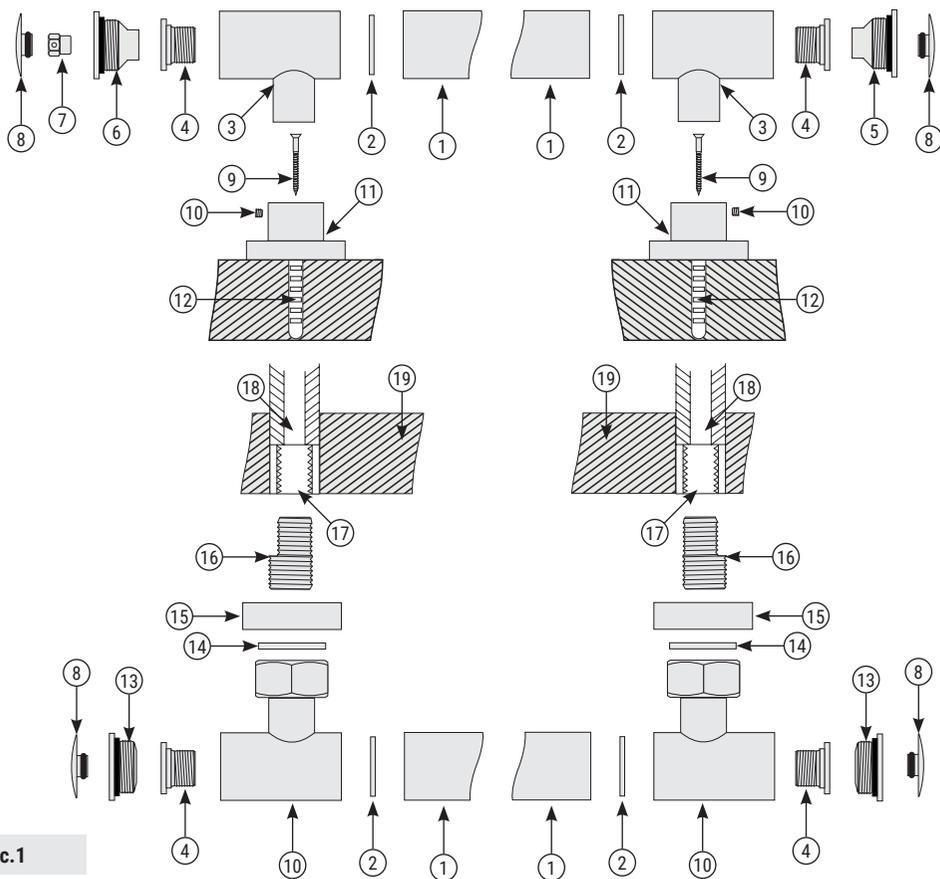

Рис. 1
ВНИМАНИЕ! Вне зависимости от типа подключения, узел спусного клапана должен быть установлен в верхней части полотенцесушителя, коллектор с технологической заглушкой должен находиться в нижней части полотенцесушителя (рис. 1).
5.1. Сборку и установку изделия производить согласно схеме (рис. 1).
5.2. Для герметизации резьбовых соединений производитель комплектует изделие прокладками собственного изготовления (см. п. 3.4, п. 3.7 и рис. 1).